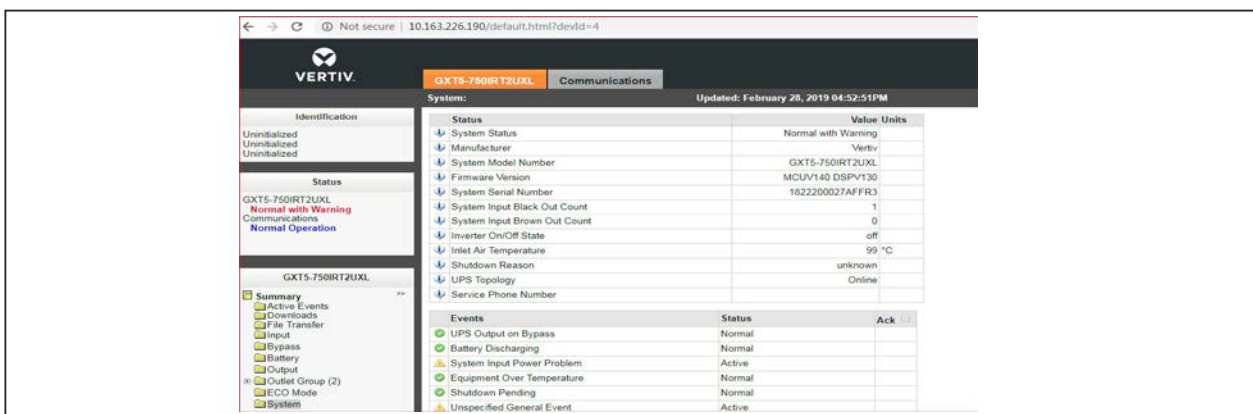

図 5-3 RDU101インターフェイスに表示されるファームウェアバージョン
- d. ファームウェアのバージョンを確認します。ページ左側のタブ・メニューにあるフォルダ「System」を選択し、「Firmware Version」のフィールドを確認します (図5-3参照)。